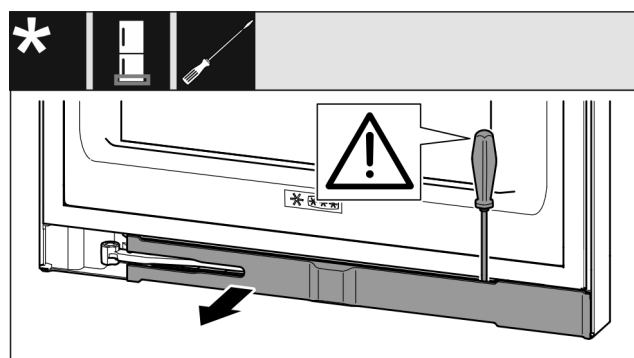

Fig. 15
- ▶ 使用带槽螺丝刀松开隔板并把它转到一边。（参见 Fig. 15）